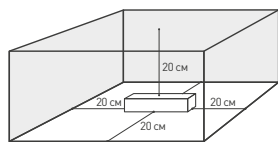

Рис. 1. Свободное пространство вокруг источника.
- 4.3. Для естественной вентиляции обеспечьте свободное пространство вокруг источника питания не менее 20 см, как изображено на Рис. 1. При невозможности обеспечить свободное пространство используйте принудительную вентиляцию.